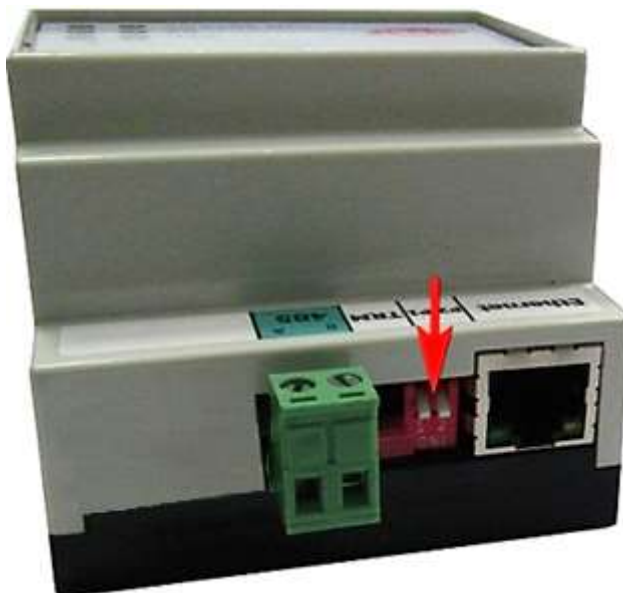

Рисунок 3 – Перевод движковых переключатели в положение ON
- переведите движковые переключатели в положение **ON** (см. рисунок 3);